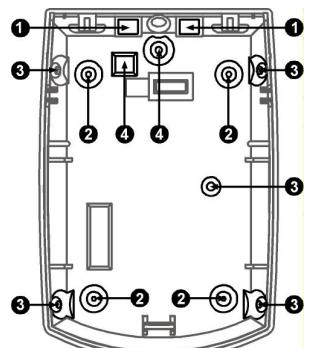

Fig 3 Detector Installation | Instalación del detector
1. To remove the front cover (Fig. 3), unscrew the holding screw (Fig. 3 - 11) and gently raise the front cover.
2. To remove the PC board, carefully unscrew the holding screw (Fig. 3 - 9) located on the PC board (Fig. 3 - 10).
1. Per togliere il coperchio (Fig. 3), svitare la vite di bloccaggio (Fig. 3 - 11) e sollevare il coperchio con delicatezza.
2. Per rimuovere il circuito stampato, svitare con delicatezza la vite di bloccaggio (Fig. 3 - 9) che si trova sulla scheda (Fig. 3 - 10).